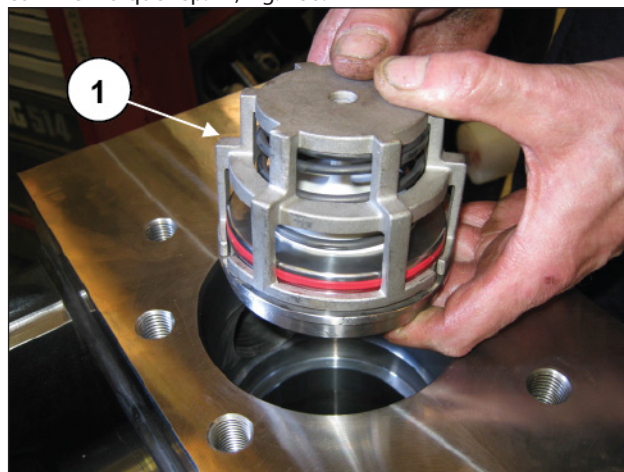
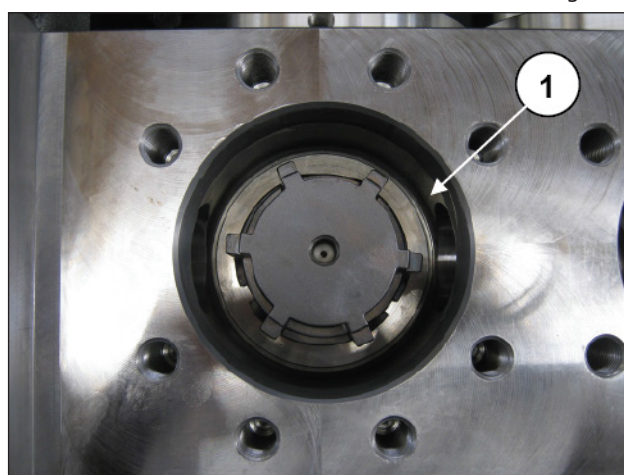

Fig. 185
Fig. 186
Placer le groupe soupape de refoulement (rep. ①, Fig. 185). Pousser à fond le groupe soupape qui devra se présenter comme indiqué rep. ①, Fig. 186.